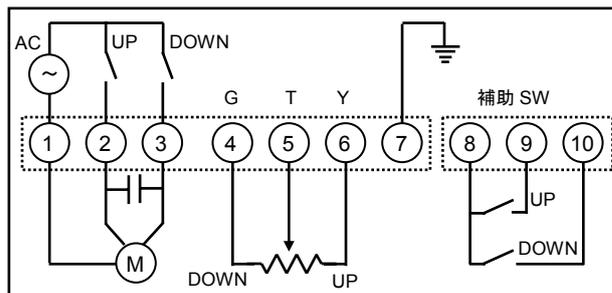

図9 結線図
- 結線図(図9)を確認して、間違いのない接続を行ってください。